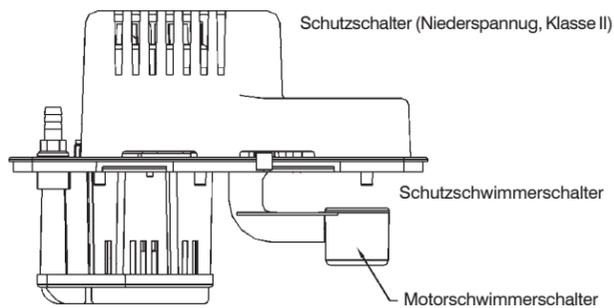

Abb. 6
3. Den Motorschalter durch Anheben des Motorschalterschwimmers mit einem Finger (siehe Abb. 6) überprüfen. Der Motor muß sich einschalten, kurz bevor der Sicherungsring am Bügel die Bügelführung berührt.